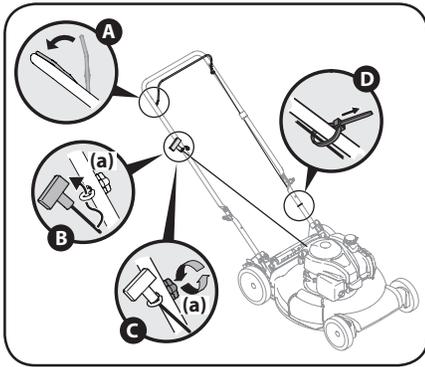

Figure 2-6
6. Le guide-câble est fixé sur le côté droit de la partie supérieure du guidon. Desserrez l'écrou papillon (a) qui fixe le guide-câble au guidon. Voir Figure 2-6.